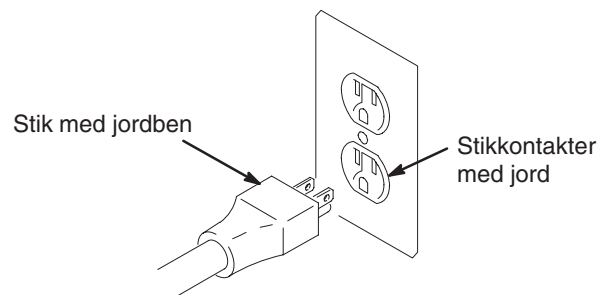

Fig. 2
1. Fig. 2. Modellerne Ultra Max II 695, 795 og 1095 til 100-120 volt kræver en 50/60 Hz, 15A-sikring samt stik med jordben. Modellerne Ultra Max II 1595 til 120 volt kræver en 50/60 Hz 20A-sikring samt stik med jordben; Modeller til 220-240 volt kræver en 50/60 Hz, 10A-sikring samt stik med jordben.